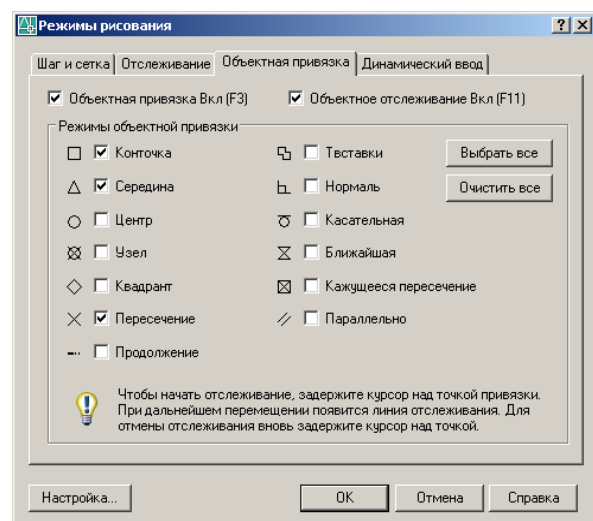

Рис.12.4.1. Окно диалога **Режимы рисования**
- С помощью команды меню **Инструменты** ⇒ **Настройки черчения** откройте окно диалога **Режимы рисования** (рис. 12.4.1), выберите закладку **Объектная привязка** и установите режимы **Пересечение**, **Контчка**, **Середина**.